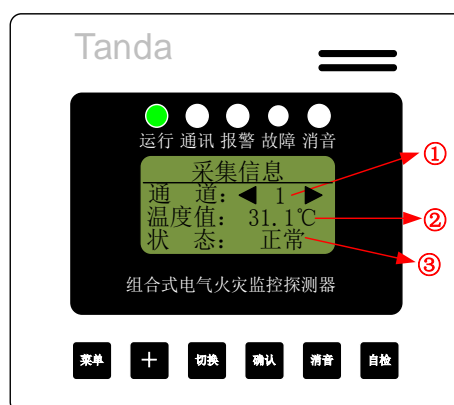

图 17 采集信息界面
在设置菜单界面，按“切换”键选中“采集信息”，再按“确认”键进入采集信息。采集信息界面可查看各个通道的工作状态以及采集的数值。如图 17 所示：
- ① 指示表示当前所查看的通道。图 17 表示当前查看的是 1 通道。
- ② 表示当前通道所监控到数值。图 17 表示 1 通道当前采集到的温度值是 31.1°C。
③ 表示通道当前的监控状态。通道的状态有四种，分别为：正常、断路、短路、报警。